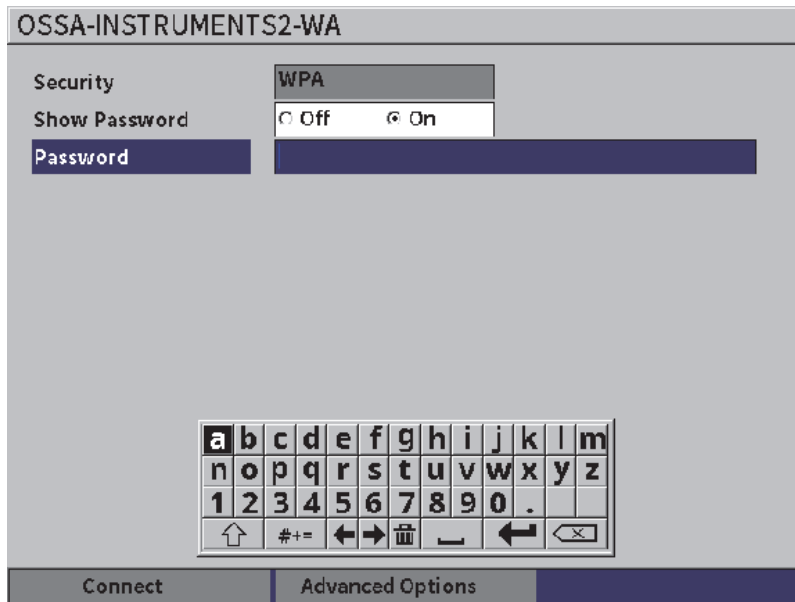

Figura 10-2 Página de acceso de seguridad a red inalámbrica
- a) Si la red inalámbrica que ha seleccionado requiere una contraseña, la pantalla de acceso aparecerá (vea la Figura 10-2 en la página 171):
- (1) Seleccione el campo de **Password** (Contraseña) e introduzca la clave de acceso; después, resalte el botón **Connect** (Conectar).
- (2) Pulse la tecla ENTRAR para establecer la conexión.